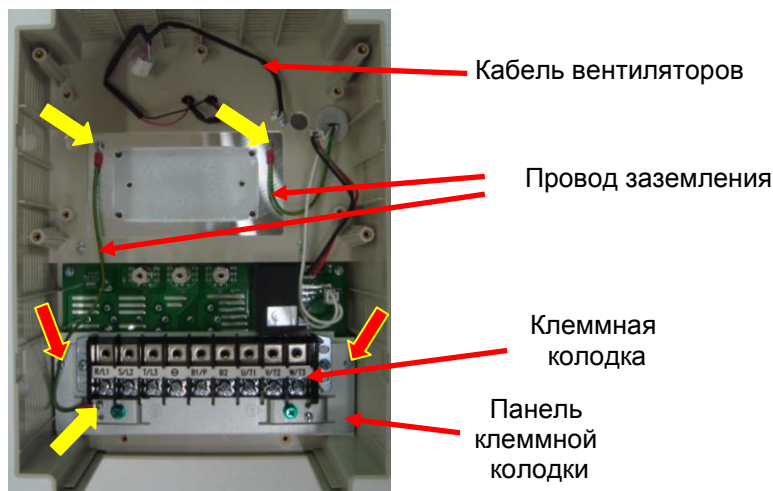

Рис. 7.6
7.3.4. Установить панель с закрепленной на ней клеммной колодкой и закрепить ее двумя винтами (красные стрелки, рис. 7.6).
7.3.5. Установить и закрепить провода заземления (желтые стрелки, рис. 7.6).